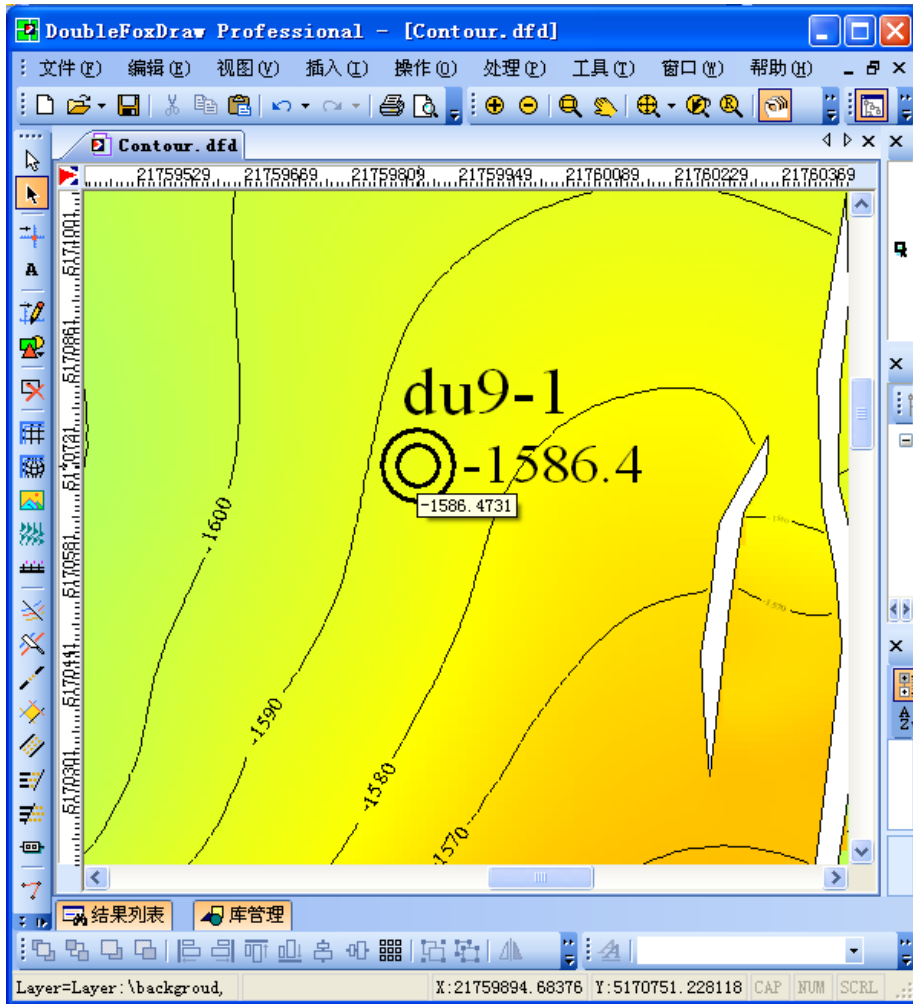

图 4
- 计算完成后，用“等值线勾绘”模块对最后输出的散点文件进行勾绘（参照等值线勾绘），待勾绘图件完成后分别把井位和深度数据导入到图件上，并对图件上的元素进行适当的修饰（如图 4 所示），这时候选中“移动选择”按钮，当鼠标移动到井点位置处时，在鼠标的下面会显示相应的深度值，我们可以用它跟我们的井位深度做比较，以验证校正的结果是否正确。